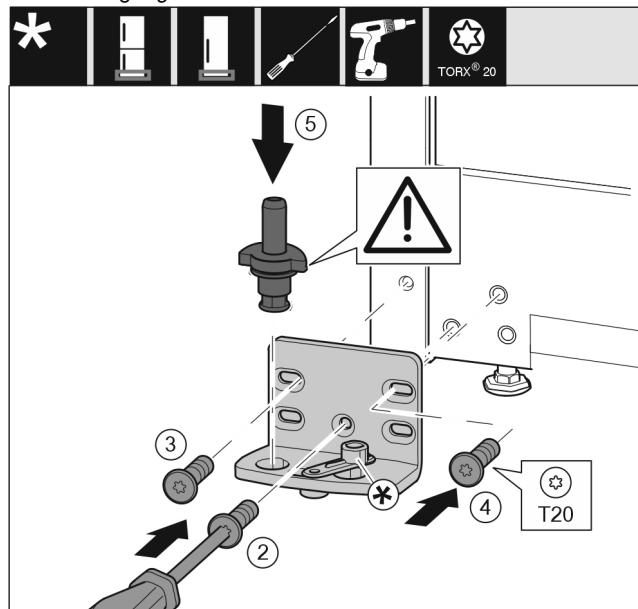

Fig. 48 \*
- ▶ Lagerbock auf der anderen Seite ansetzen und mit Hilfe eines Schraubendrehers anschrauben. Mit der Schraube Fig. 48 (2) unten in der Mitte beginnen.\*
- ▶ Schraube Fig. 48 (3) und Schraube Fig. 48 (4) festschrauben.\*
- ▶ Lagerbolzen Fig. 48 (5) komplett einsetzen. Dabei darauf achten, dass der Rastnocken nach hinten zeigt.\*